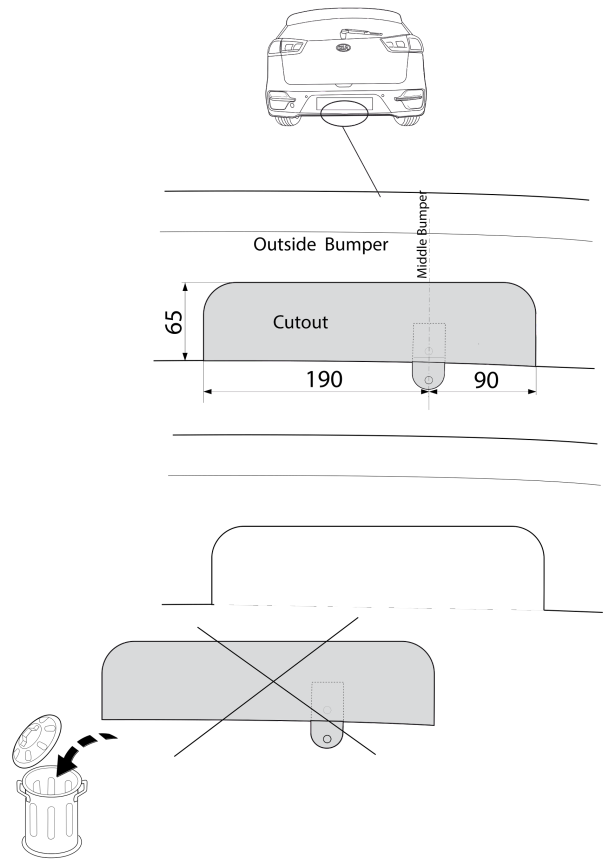

Fig. 4
5. Выпилить указанные части из бампера в середине снизу, как указано на рис. 4.